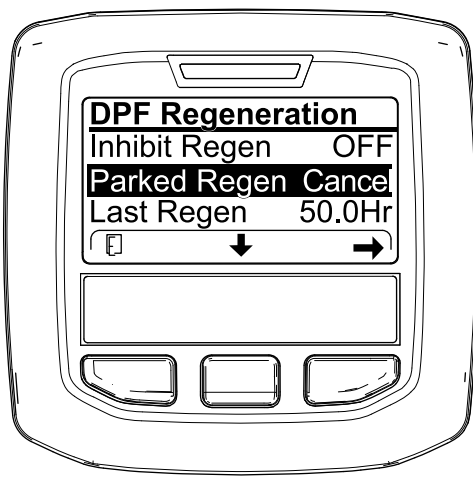
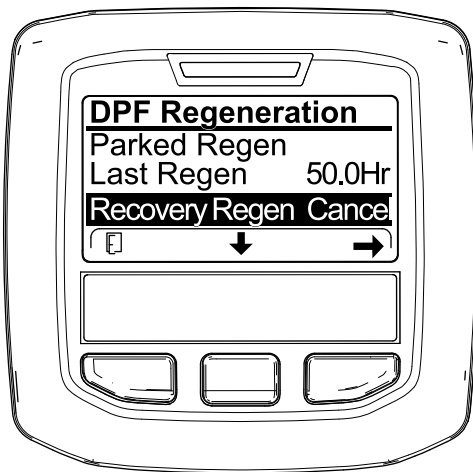

Figura 60
Figura 61
1. Acceda al menú DPF Regeneration (Regeneración de DPF) (Figura 60).
2. Pulse el botón central para desplazarse hacia abajo, hasta la opción PARKED REGEN CANCEL (Cancelación de regeneración con máquina aparcada) (Figura 60) o la opción RECOVERY REGEN CANCEL (Cancelación de regeneración de recuperación) (Figura 61).
3. Pulse el botón derecho para seleccionar la opción Regen Cancel (Cancelación de regeneración) (Figura 60 o Figura 61).